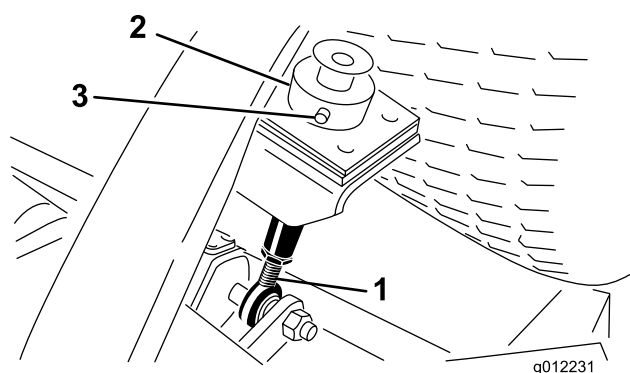
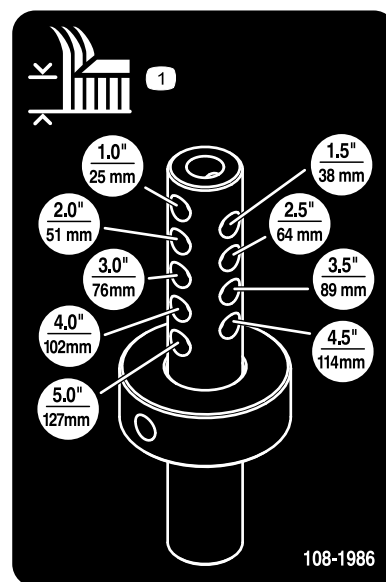

図 8
図 9
5. カuttingユニット後部で、刈高ロッドに刈高カラーを固定しているヘアピンとクレビスピンを外す(図 8)。
6. 刈高カラーを、刈高ロッドにある希望する刈高の穴に合わせる図 8 と 図 9。